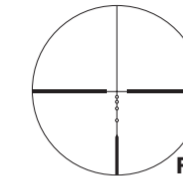
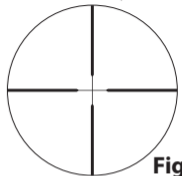
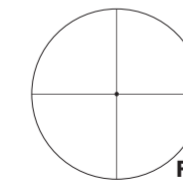
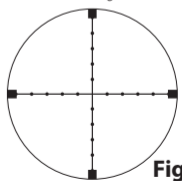

Fig. 3-4
Fig. 3-5
Fig. 3-6
Fig. 3-7
(2) Mise au point
- ① Regardez dans l'oculaire, l'œil placé à 10 cm environ (4 pouces) de la lentille oculaire, pour voir le réticule BDC (Fig. 3-4), le réticule Duplex (Fig. 3-5), le réticule à croisée de fils fins avec point (Fig. 3-6) ou le réticule Mil-Dot (gradué en milliradians) (Fig. 3-7). Assurez-vous que votre œil est correctement aligné et positionné à la bonne distance, afin d'éviter que votre vue soit "bouchée".
- ② Pointez l'objectif de la lunette vers le ciel (mais PAS en direction du soleil) ou vers un mur de couleur unie.
- ③ Faites tourner la molette de réglage du viseur dans le sens inverse des aiguilles d'une montre puis dans le sens des aiguilles d'une montre, jusqu'à ce que le réticule apparaisse net.
(3) Grossissement
Tout en tenant la tourelle avec les doigts pour éviter de fausser l'alignement de la bague graduée, dévissez dans le sens inverse des aiguilles d'une montre la vis située en haut de la tourelle à l'aide de la clé hexagonale fournie ① jusqu'à ce qu'elle sorte. Retirez ensuite la tourelle (Fig. 3-5).